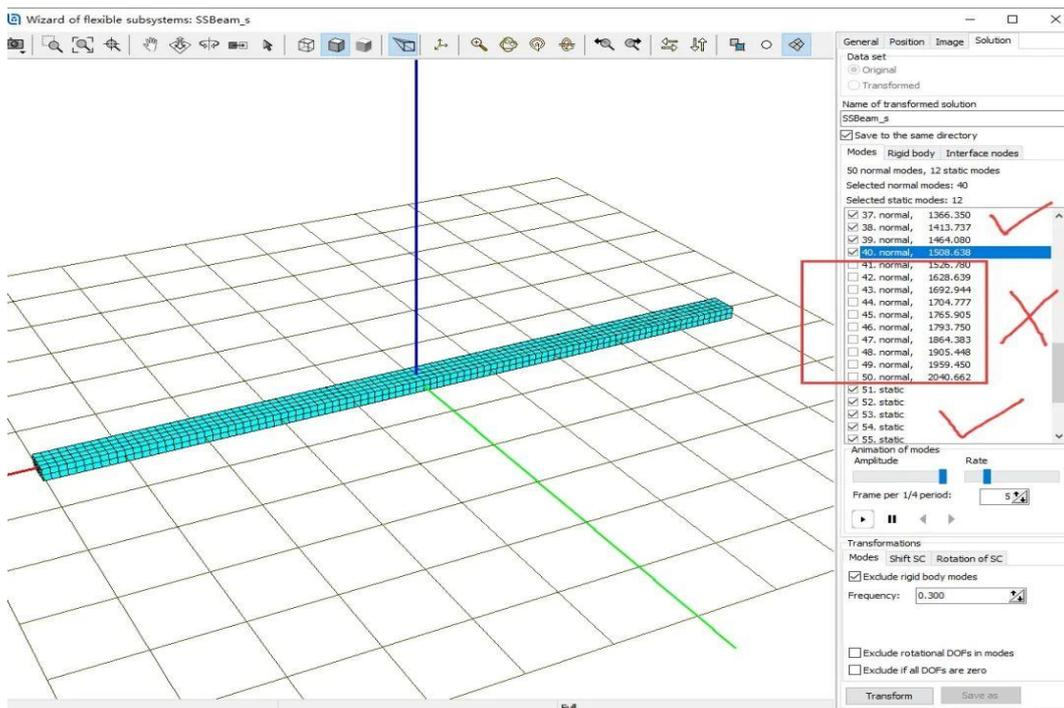

图 064-4
5、从计算精度的角度讲，自然是参与计算的模态数量越多越好，但是计算量也会随之越大。特别是对于大规模的模型，应该有所取舍，在保证精度的前提下，提取足够的模态即可。在统一选择 12 阶静模态的前提下，分别选择 12 阶、18 阶、24 阶、36 阶和 48 阶固有模态，进行模态转换，得到自由模态文件 **input.fss**。选择方法如图 064-4 所示。